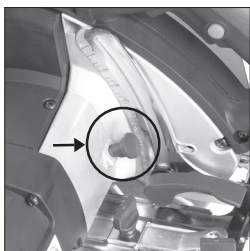

Fig. 4
- Pulse el botón de bloqueo del eje para bloquear el eje. **(Fig. 4)**